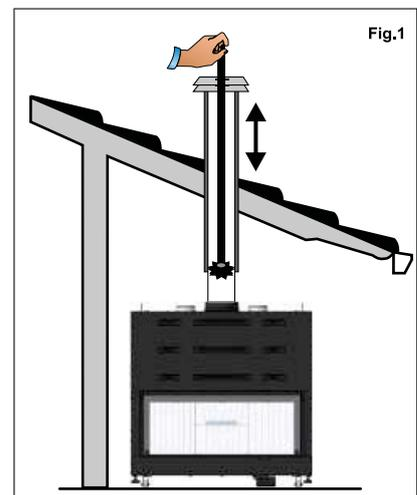

Fig.1
• **Eliminare** eventuali anomalie all'interno della camera di combustione e ostruzioni del condotto fumi prima della riaccensione, dopo un periodo prolungato di inattività (**fig.1**).